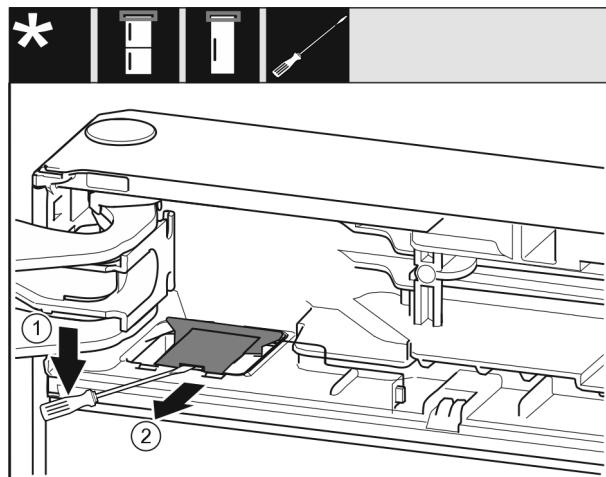

Fig. 10
► Plochým skrutkovačom odistite kryt a zdvihnite ho. Fig. 10 (1)
► Vyberte kryt. Fig. 10 (2)